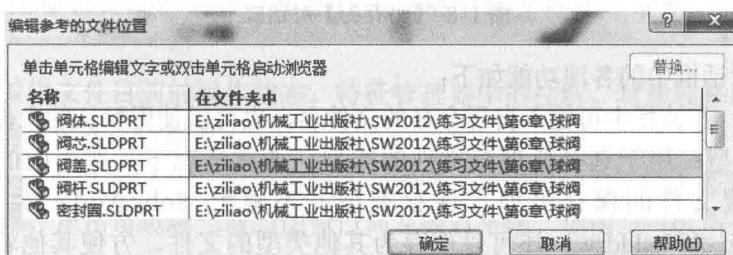

图 1-6 【编辑参考的文件位置】对话框
(1) 文件名：输入打开文件的文件名，或者单击文件列表中所需要的文件，文件名称会自动显示在文件名一栏中。
(2) 下箭头▼ (位于【打开】按钮右侧)：单击该按钮，会出现一个下拉列表，有【打开】和【以只读打开】两个选项。选择【打开】选项直接打开文件；选择【以只读打开】以只读方式打开选择的文件，同时允许另一用户有文件写入访问权。
(3) 参考：单击该按钮可显示当前所选装配体或工程图所参考的文件清单，文件清单显示在【编辑参考的文件位置】对话框中，如图 1-6 所示。